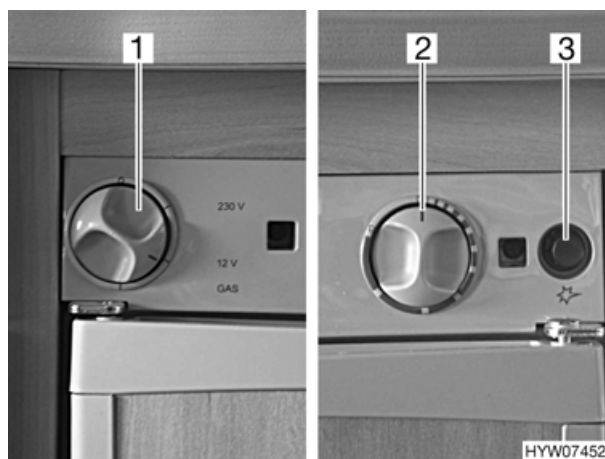

Fig. 87 Elementi di comando del frigorifero (variante 1)
- Posizionare il selettore di energia (Fig. 87,1) su "GAS".
- Premere il pomello girevole (Fig. 87,2) e tenerlo premuto. L'alimentazione di gas è ora aperta.
- Premere l'interruttore di accensione (Fig. 87,3) finché la fiamma non è visibile nella finestra di controllo (in basso a sinistra nel frigorifero).
- Tenere premuto il pomello girevole (Fig. 87,2) per altri 10 - 15 secondi, poi rilasciarlo.
- Posizionare il selettore di energia (Fig. 87,1) su "0". Il frigorifero è spento.
- Posizionare il selettore di energia (Fig. 87,1) su "230 V". L'indicazione di funzionamento diventa verde.
- Impostare la temperatura di refrigerazione con il pomello girevole (Fig. 87,2).
- Posizionare il selettore di energia (Fig. 87,1) su "12 V". L'indicazione di funzionamento diventa verde.